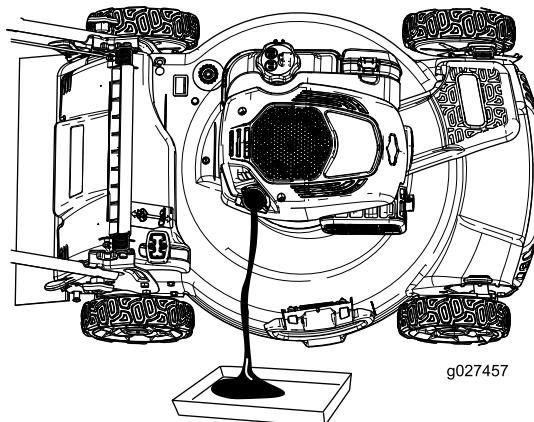

Figura 26
4. Inclinate la macchina sul fianco (di modo che il filtro dell'aria si trovi in alto) per scaricare l'olio usato attraverso il tubo di riempimento (**Figura 26**).